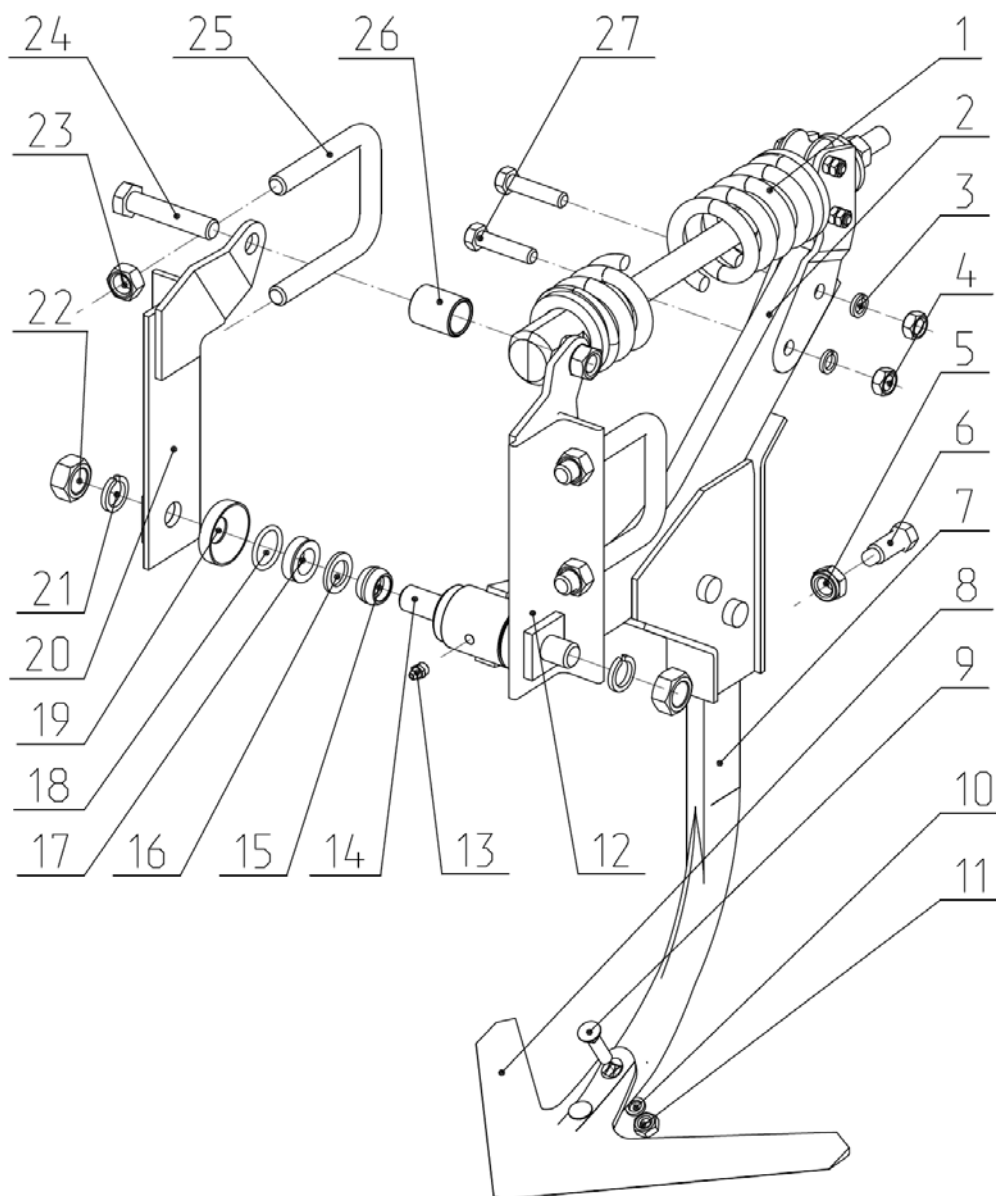

Рис.11 КСП 00.010А Рабочий орган.
2.12.2. Рабочий орган (Рис.11) состоит из 2-х держателей 12 и 20 закрепленных на балках скобами 25. в держатели шарнирно закреплена стойка 4 одной стороной, а второй стороной прикреплена к предохранителю 1.
2.12.3 Предохранитель (Рис.11а) предназначен для удержания стойки с лапкой культиваторной в рабочем положении и, при встрече с непреодолимыми препятствиями (камни, тяжелые включения в почве ...), производит выглубление.
Рис.11а Предохранитель КСП 00.030А